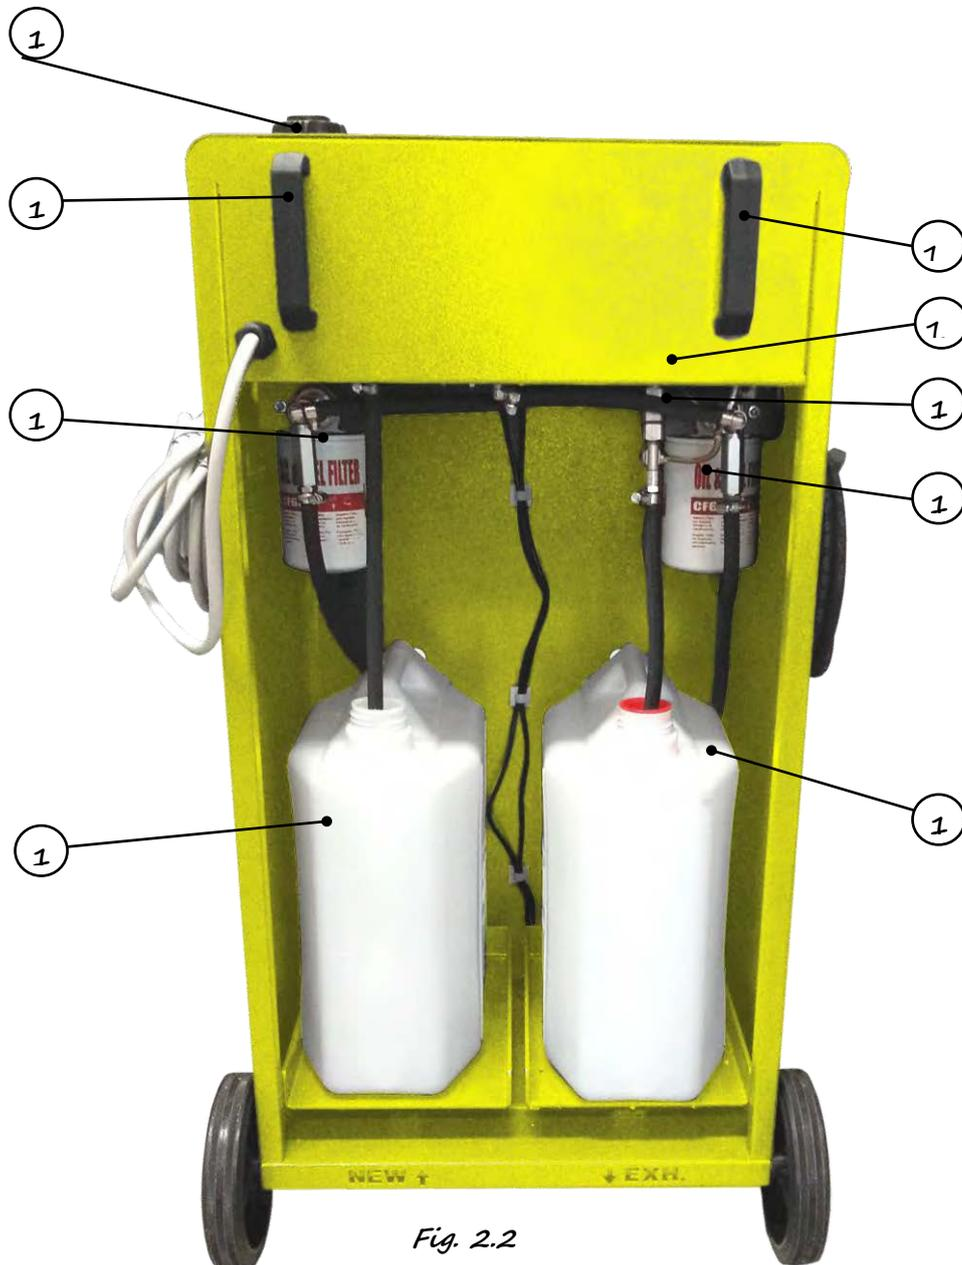

Fig. 2.2
- Placez le réservoir L'HUILE NEUF dans le compartiment arrière du **MécaATC (NEW ↑)**, comme indiqué sur la figure 2.2.
- Placez le réservoir **L'HUILE UTILISÉ** dans le compartiment arrière du **MécaATC (↓ EXH.)**, comme le montre la figure 2.2
Le régulateur positionné à l'arrière de la machine (Réf. 13 fig. 2.2) ne doit pas être modifié car il est pour l'utilisation exclusive du service technique.